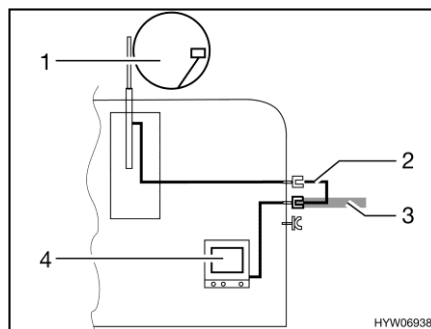

Fig. 196 TV en el vehículo
- TV en el vehículo (Fig. 196,4): Conexión a la antena del techo (Fig. 196,1) con el cable de conexión (Fig. 196,2)
- TV en el vehículo (Fig. 196,4): Conexión a antena externa (Fig. 196,3)